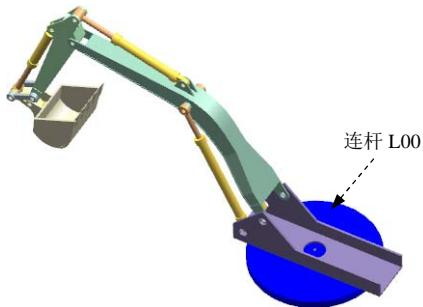

图 10.8.2 定义连杆 L001
(1) 定义连杆 L001。选择下拉菜单 **插入(I)** → **连接(L)** 命令，系统弹出“连杆”对话框，选中  **固定连杆** 复选框，选取图 10.8.2 所示的零件为连杆 L001，其余参数接受系统默认，在“连杆”对话框中单击 **应用** 按钮。